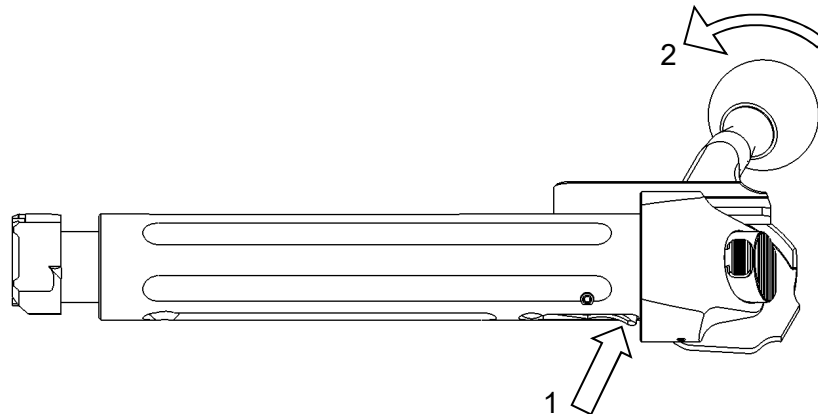
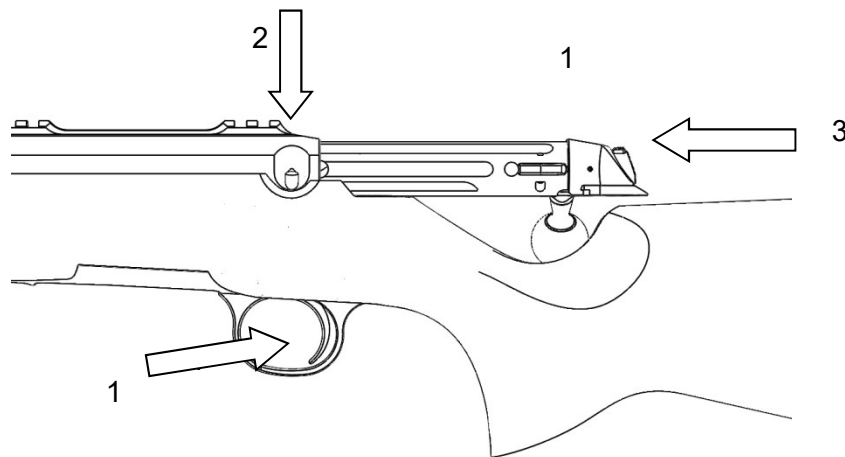

Bild 5
Bild 6
- 1) Die Wippe auf der linken Seite der Kammer drücken um den Kammergriff zu entspannen (Bild 5). Die Kammer etwa 10mm bis zum Anschlag einführen (Bild 6).
- 2) Erst Abzug drücken (1), dann die Fangtaste (2), und beide gedrückt halten (Bild 6).
- 3) Kammer in das System einfügen (3).
- 3) Die Wippe auf der linken Seite der Kammer drücken um den Verschlussgriff zu entspannen (Bild 6).